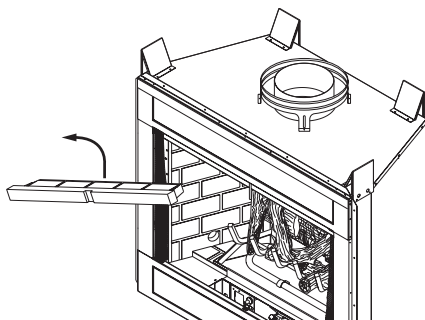

Figure 13 - Retrait du panneau d'accès en brique réfractaire avant
1. Retirez le panneau d'accès en brique réfractaire avant en le soulevant et en le faisant sortir à un angle par l'ouverture de la chambre de combustion (voir figure 13).